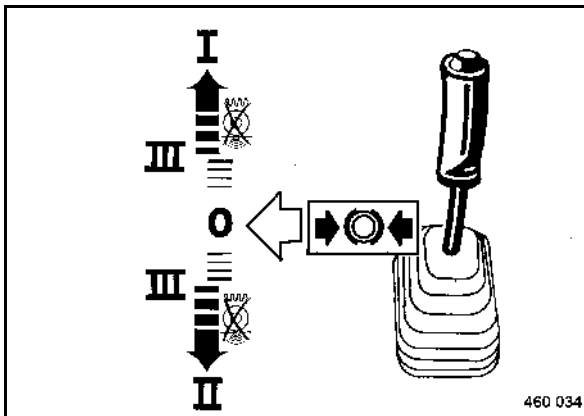

fig. 68
- Déplacer lentement le levier de commande de la marche (fig. 68) vers le sens de marche désiré jusqu'à la position "III".
La vibration s'arrête automatiquement lorsque le levier de commande de la marche (fig. 68) est déplacé au-delà de la position "III".